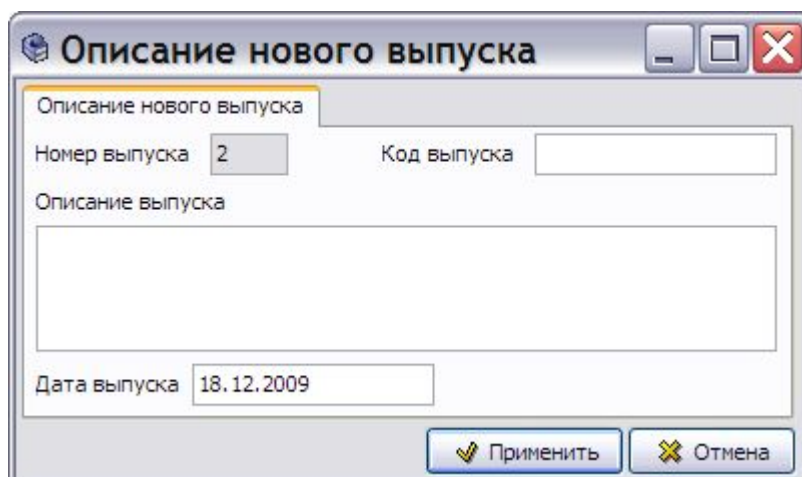

Рис. 11.47
4. Нажмите на кнопку **Обновить**. После этого откроется окно **Описание нового выпуска** (Рис. 11.47).